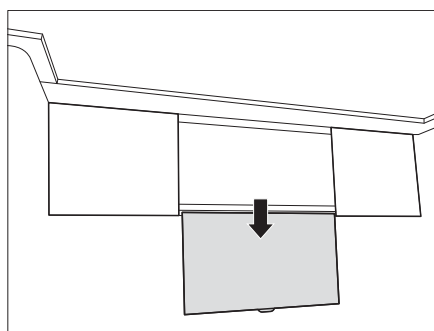

Fig. 129 Pantalla plana en posición inferior
- Tirar de la pantalla plana hacia abajo mediante el tirador (Fig. 129).